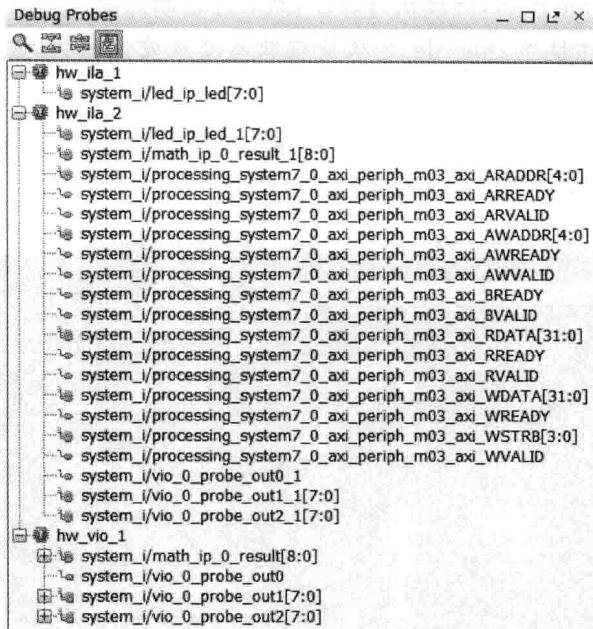

图 4.107 Debug Probes 窗口
(12) 单击 Next 按钮。
(13) 出现 Open New Hardware-Vivado CSE Server Name 对话框界面。
(14) 单击 Next 按钮。
(15) 出现 Open New Hardware Target-Select Hardware Target(打开新硬件目标-选择硬件目标)对话框界面。
(16) 单击 Next 按钮。
(17) 出现 Open New Hardware Target-Set Hardware Target Properties(打开新硬件目标-设置硬件目标属性)对话框界面。
(18) 单击 Next 按钮。
(19) 出现 Open New Hardware Target-Open Hardware Target Summary(打开新硬件目标-打开硬件目标总结)对话框界面。
(20) 单击 Finish 按钮。
(21) 如图 4.107 所示，在 Debug Probes 标签下，打开硬件任务。此时，hardware session 状态窗口也打开了，显示已经编程 FPGA(在 SDK 中执行)，有三个颜色，两个 ila 处于空闲状态。
(22) 选择 XC7Z020-1，单击 Run Trigger Immediate 按钮，然后在波形窗口中观察波形。
(23) 在 Debug Probe 窗口下，选择 AWADDR 总线并将其拖拽到 ILA-hw\_il\_2 窗口，释放以便添加它到窗口中，设置条件。